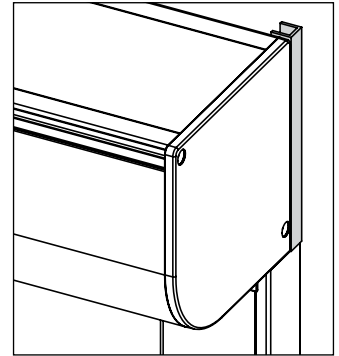

Fig. 34: U-profiel - hoogte
B. U-profiel - hoogte verticaal (fig. 34)